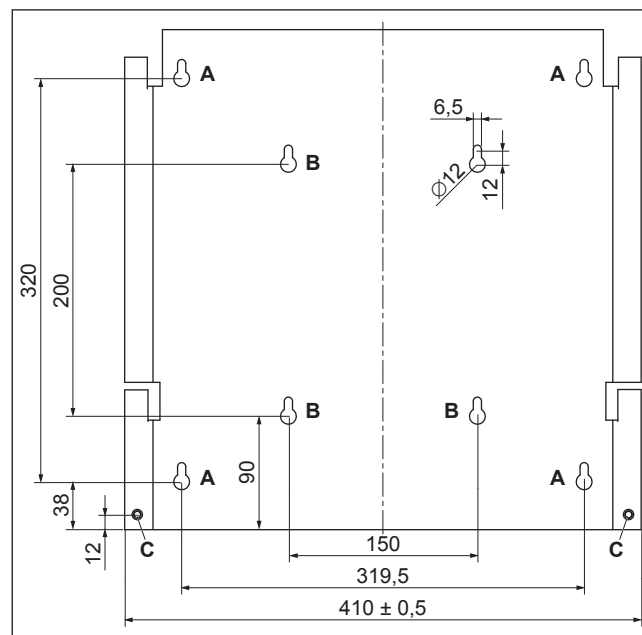

Fig. 7.4: Måltegning over montageplade
1. Monter montagepladen på væggen med mindst 4 skruer (Ø 6 mm) og rawlplugs. Anvend de 4 huller **A** eller de 4 huller **B** til de 4 skruer (se Fig. 7.4, S. 27).
- **Låseskive** til at forbinde jordkablet med solcelleinverteren (se Fig. 7.4, S. 27, position C).